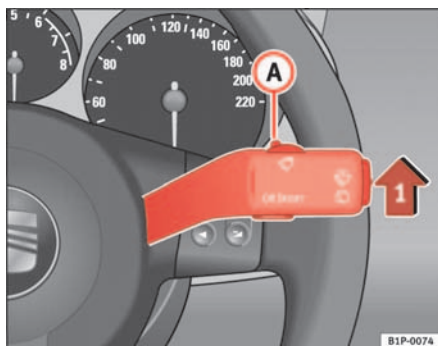

Fig. 65 Levier d'essuie-glace
- Amenez le levier des essuie-glace en position ① ⇒ fig. 65.